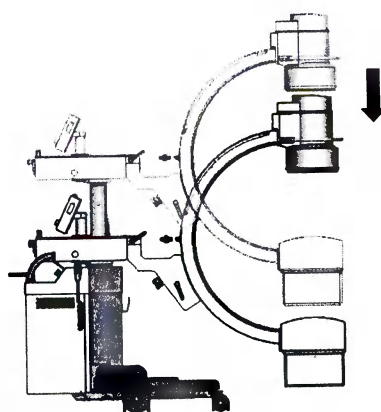

Рисунок 55
8.2.1.5 С-дуга должна быть полностью опущена (см. рисунок 55).